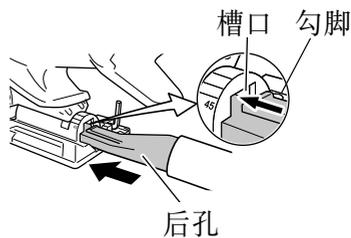

图 37
- (6) 将清洁器插入底座的后孔直至勾脚插入槽口。(图 37)
- (7) 按住勾脚以取下集尘附加器。